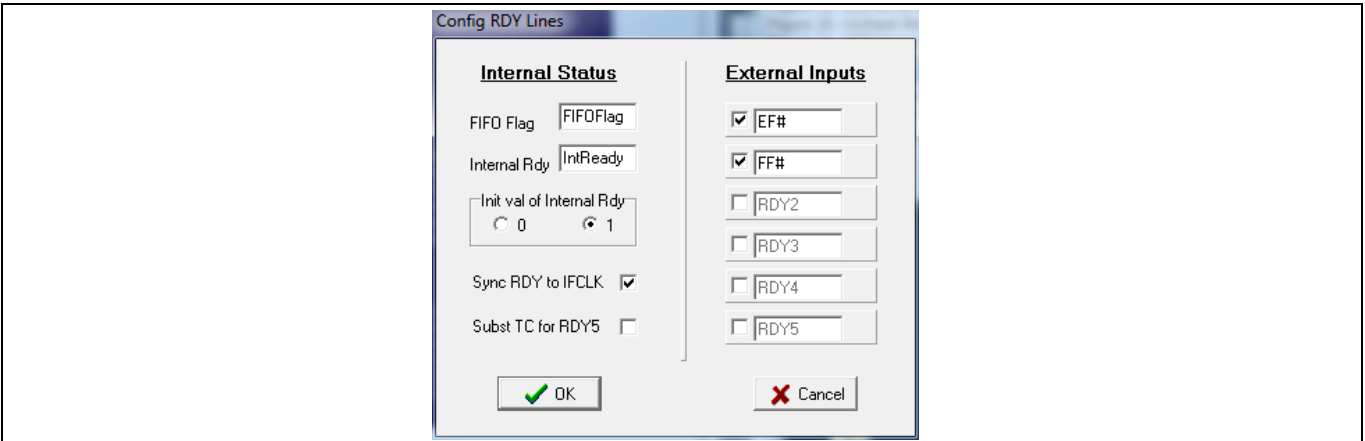

Figure 33 RDY 引脚配置
6. 右击 **RDY** 标签，并对 RDY 信号进行配置，如 **Figure 33** 中所示。